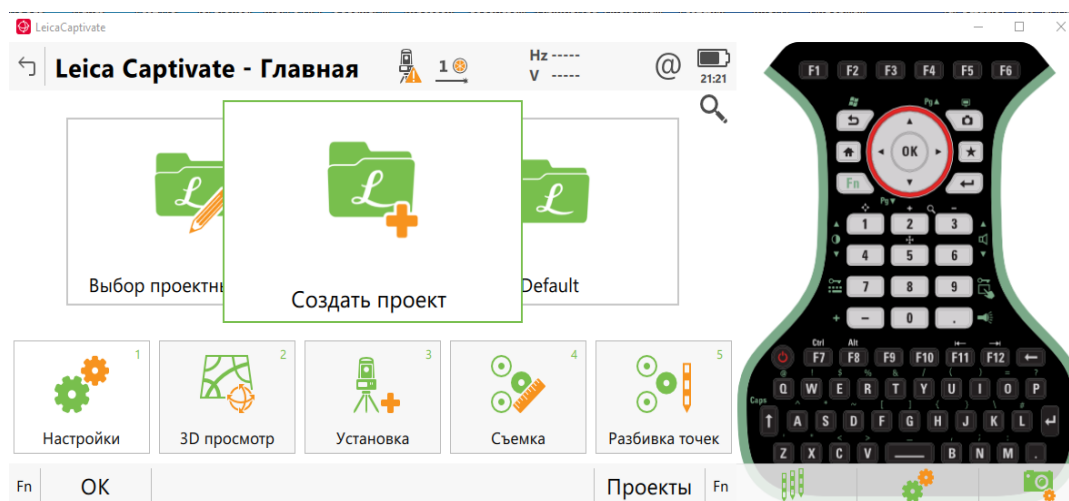

Рисунок 1– Команда создания проекта
1. Создаем проект, в котором будут храниться точки в системе WGS-84 (рис. 1):